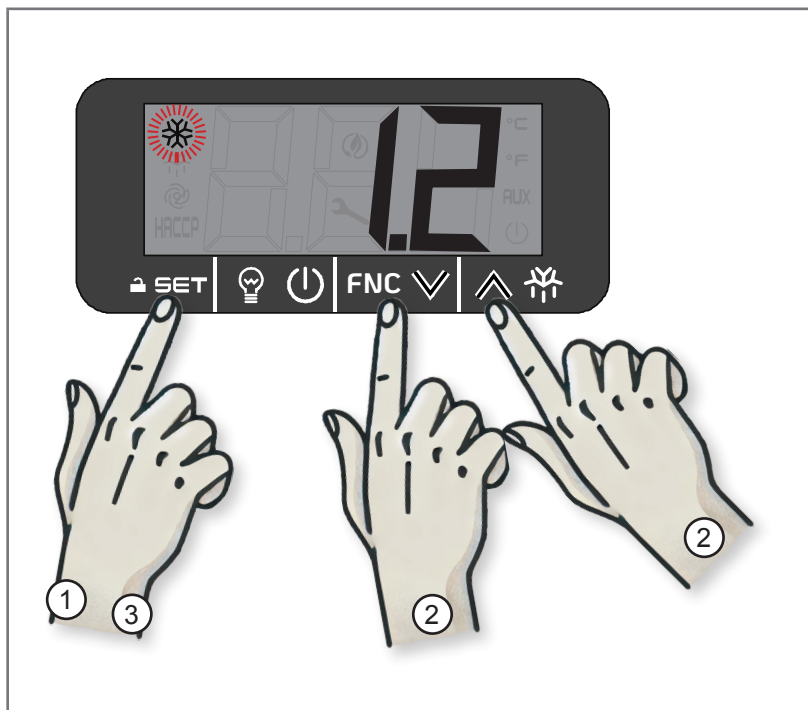

Fig 3.14 - Consigne de température
1. Appuyer sur la touche SET (1 - Fig. 3.14) : l'écran affiche l'icône du compresseur qui clignote et la température (°C) actuellement réglée.
2. Appuyer sur la touche BAS (2 - Fig. 3.14) ou la touche HAUT (2 - Fig. 3.14) dans les 15 secondes pour régler la valeur de la température (°C).
3. Appuyer sur la touche SET (3 - Fig. 3.14) ou ne rien faire pendant 15 secondes.